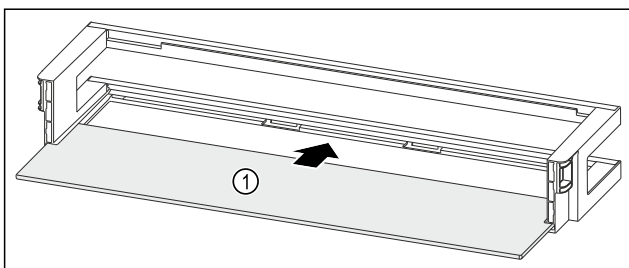

Fig. 95 Balconcino controporta con ripiano
- ▶ Inserire il ripiano Fig. 95 (1) negli incavi laterali.